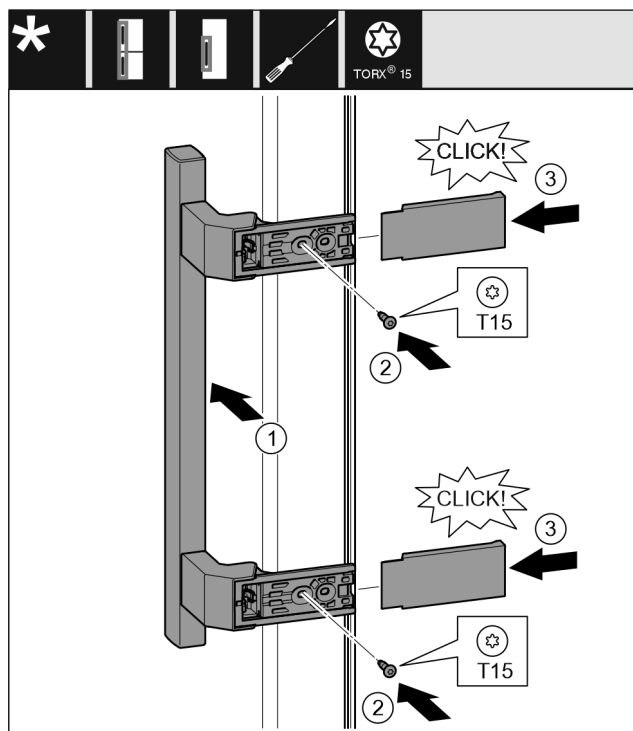

Fig. 40
- ▶ Applicare la maniglia sul lato opposto. Fig. 40 (1)
- ▶ Serrare le viti con il cacciavite T15. Fig. 40 (2)
- ▶ Applicare le coperture lateralmente e spingerle. Fig. 40 (3)